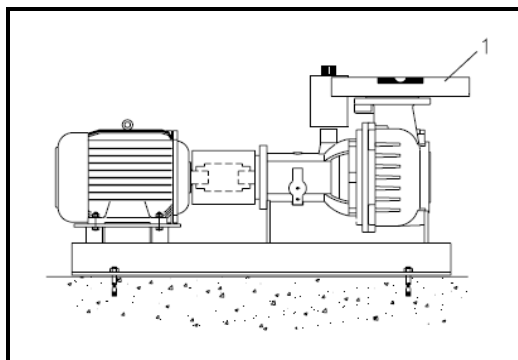

Fig. 7.2
- Het bovenvlak van persflens waterpas staat, zie fig.7.2 pos 1.